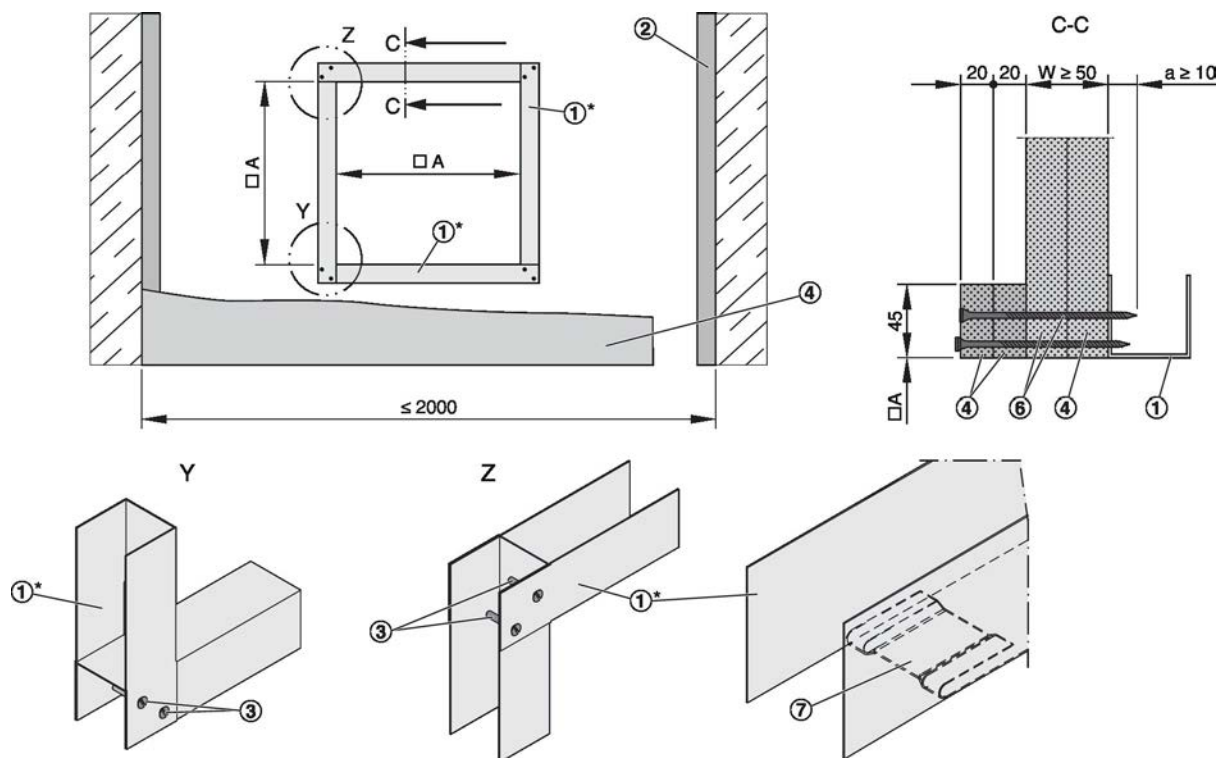

Fig. 58: Patinillo sin estructura de pared metálica y aislamiento en un lado
- Construir el patinillo siguiendo las instrucciones del fabricante y realizar la abertura para instalación con tiras de refuerzo, más información Fig. 58